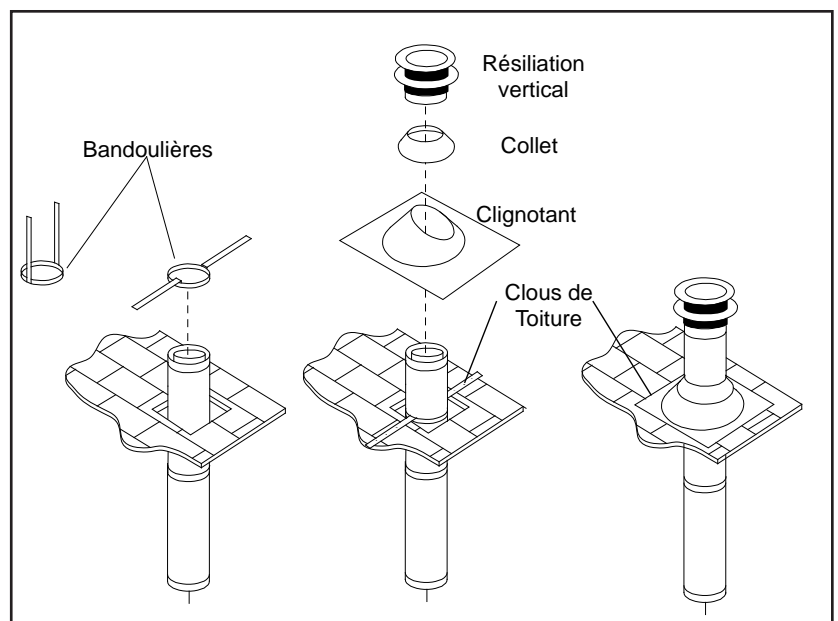

Figure 31: Ventilation verticale Installation de terminaison.
6. Une fois les sections de tuyaux ont été rejoints, et courir à travers le trou dans le toit, glisser une sangle de coude sur les sections exposées, plier les sangles de support vers l'extérieur, et pousser la sangle du coude jusqu'au niveau du toit, comme le montre la figure 31. Serrer la pince autour de la
9. Glissez le collet sur le tuyau, et le pousser vers le haut du toit clignotant comme le montre la Figure 31. Utilisez le durcissement non étanchéité autour de l'articulation entre le tuyau et le collet.